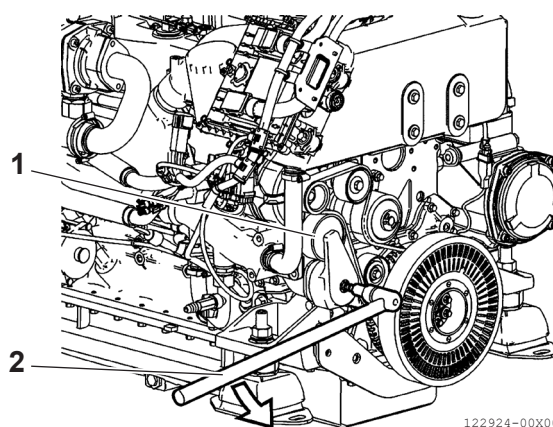

Figura 18
- Allo stesso tempo, verificare che il dispositivo di tensionamento (**Figura 18, (1)**) funzioni correttamente, procedendo come indicato nella figura.